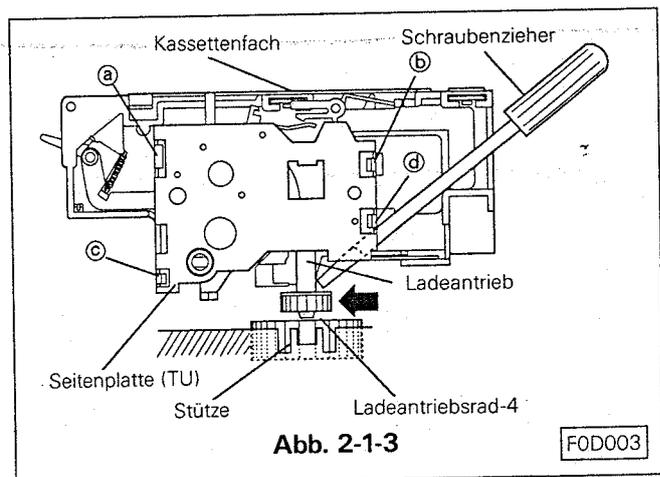

Abb. 2-1-3
- Das Kassettenfachantriebsrad ist nach Abschnitt B. in den meisten Fällen noch nicht in dem Halter fixiert. In diesem Falle bewegen Sie das Antriebsrad durch drücken in Richtung vorwärts, damit es im Antrieb einrastet. Siehe Abb. 2-1-3 ist es wie oben beschrieben nicht möglich, das Antriebsrad einrasten zu lassen, schieben Sie das Antriebsrad 4 a etwas unter das Deck und das Kassettenfachantriebsrad ist sehr einfach zu fixieren.
2-2-1 Ausbau (siehe Abb. 2-1-3, 2-2)
- Die Halteschnapper (a), (b), (c) und (d) der Platte an der Aufwickelseite des Kassettenfachs lösen und die Platte entfernen. (Siehe Abb. 2-1-3)
2-2-2 Einbau (siehe Abb. 2-1-3, 2-2)
- Die Seitenplatte am Kassettenfach Aufwickelseite aufsetzen und in die Schnappen (a), (b), (c) und (d) einrasten. (Siehe Abb. 2-1-3)